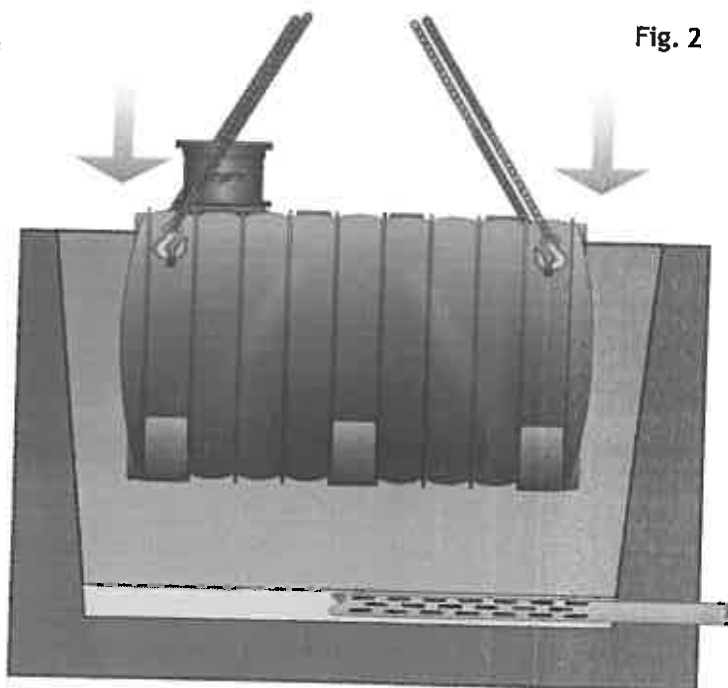

Fig. 2
3. O data verificata integritatea rezervorului, miscati-l gol (fig. 2), utilizand carligele daca sunt prezente, sau utilizand o chinga care trebuie trecuta pe sub rezervor.